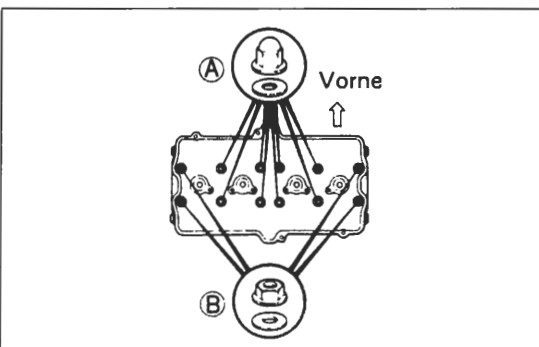

Bild 191
- Δ Muttern, Hutmuttern, Kupferscheiben «A» und Stahl-Unterlegscheiben «B», wie in Bild 191 gezeigt verwenden. Anzugsmoment des letzten Durchgangs 40 Nm.